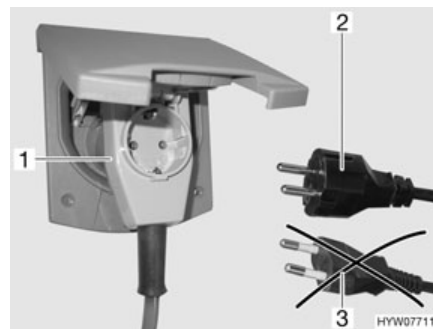

Fig. 163 Raccordement à un adaptateur coudé avec prise de courant
- ▶ Lors de l'utilisation d'un adaptateur coudé CEE 17 muni d'une prise à l'arrière (Fig. 163,1), se servir uniquement d'un connecteur en caoutchouc et scellé IP 44 avec contact de mise à la terre (Fig. 163,2). Ne pas utiliser de connecteur sans contact de mise à la terre (Fig. 163,3).